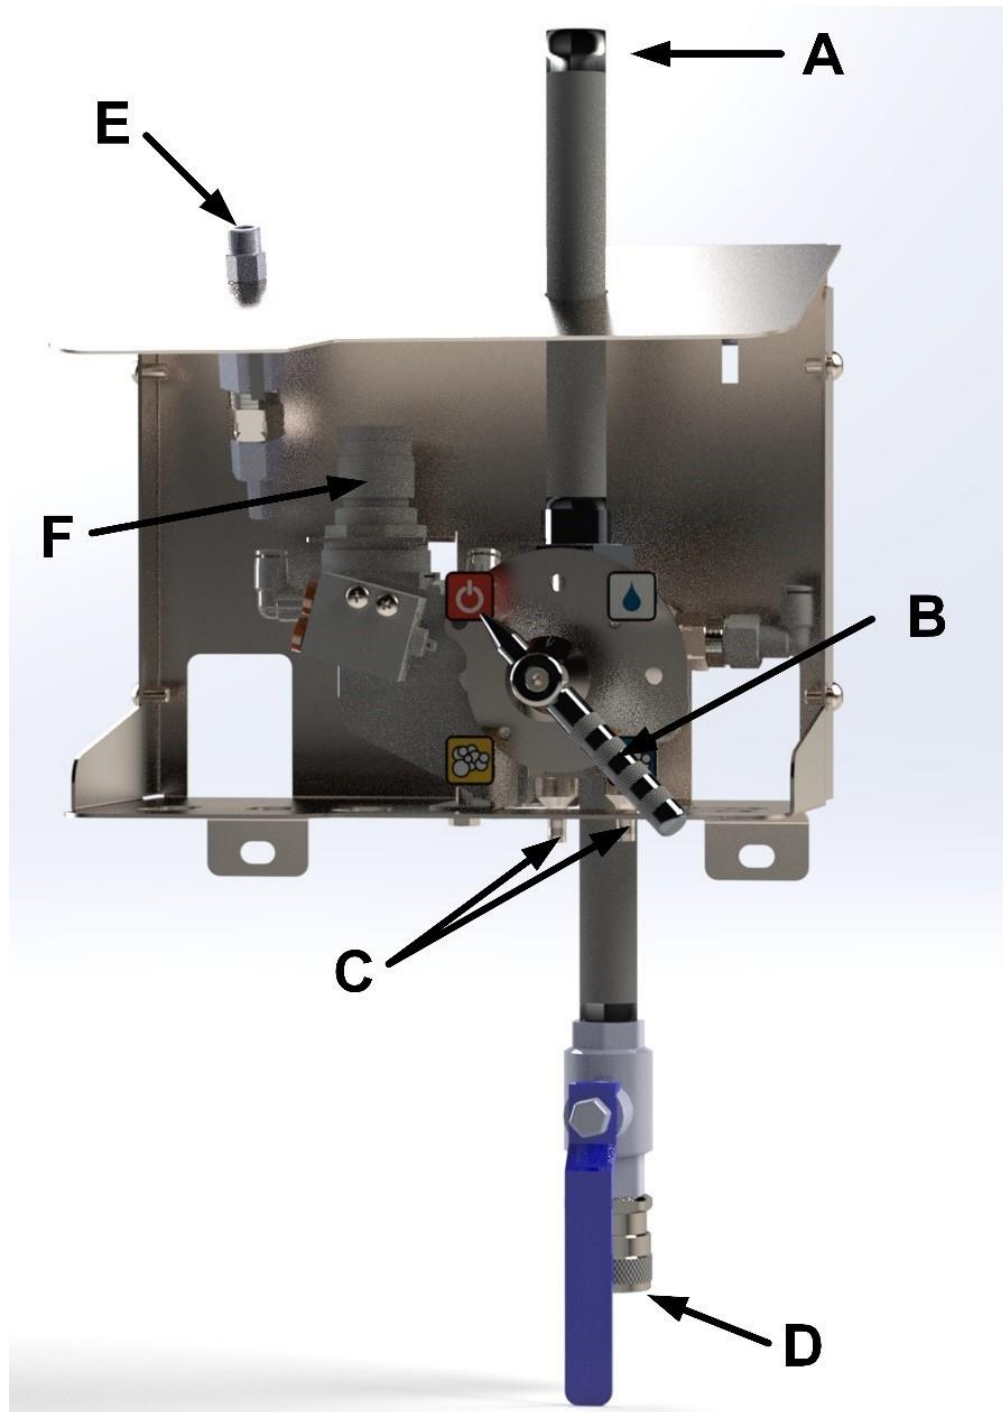

Figura 5.1.
El aire debe conectarse a la entrada de aire que se muestra en la Figura 5.1 posición 'E'.
Instale la boquilla en posición "C" (Figura. 5.1) e instale la manguera de succión. Coloque el tubo de aspiración en el recipiente del detergente.
1. Conecte la manguera a los enganches, posición "D" como se indica en la figura 5.1., asegurándose que la válvula esté cerrada.
2. Gire el selector en posición "B", función enjuague  (Figura 5.1).
4. ¡ATENCIÓN! Coloque la manilla de nuevo en posición de apagado  cuando termine la operación de espumado (Posición "B" Figura 5.1.)
5. ¡ATENCIÓN! Después de enjuagar, la manguera debe ser despresurizada. Cierre la válvula en posición "D" como se indica en la Figura. 5.1, y abra la válvula / pistola de baja presión. Ahora puede desconectar la manguera.
2. Gire el selector en posición "B", función espumado (Figura 5.1).
3. Ajuste la presión de aire a 4-6 bar en el regulador, posición "F" Figura 5.1 (el cambio de un detergente a otro a menudo requiere del ajuste durante la primera formación de espuma).
6. ¡ATENCIÓN! Cuando finalice la operación de espumado, gire de nuevo el selector en posición de parada, posición "B" Figura 5.1.
2. Gire el selector en posición "B", función desinfección (Figura 5.1).
5. ¡ATENCIÓN! Cuando finalice la operación de desinfección, gire de nuevo el selector en posición parada, posición "B" Figura 5.1.
2. ¡ATENCIÓN! Cuando no se utilice, el satélite debe estar apagado. Cierre la válvula de bola situada en la parte superior del satélite, posición "A" (Figura 5.1).
5. ¡ATENCIÓN! Coloque el manilla en posición de apagado (posición "B" Figura 5.1.) cuando finalice la limpieza.